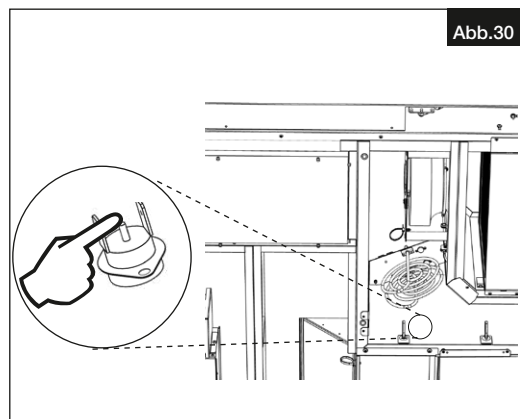

Abb.30
2. Die Reset-Taste für die elektrische Vorheizung drücken (s. Abb.30).